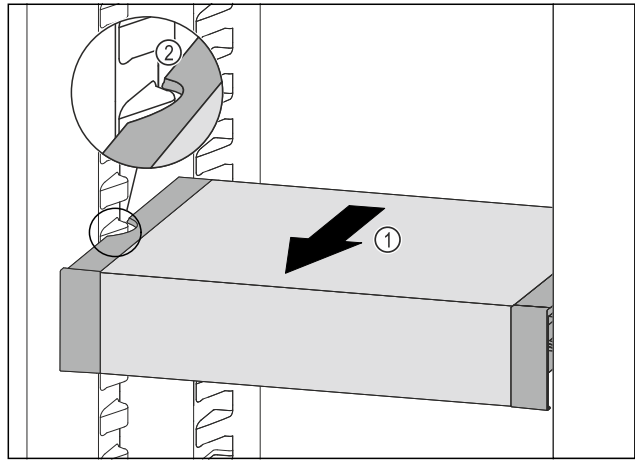

Fig. 91
- ▶ VarioSafe ťahajte dopredu Fig. 91 (1), kým sa bočné vybrania VarioSafe nebudú nachádzať vo výške rebra nádoby v chladničke. Fig. 91 (2)